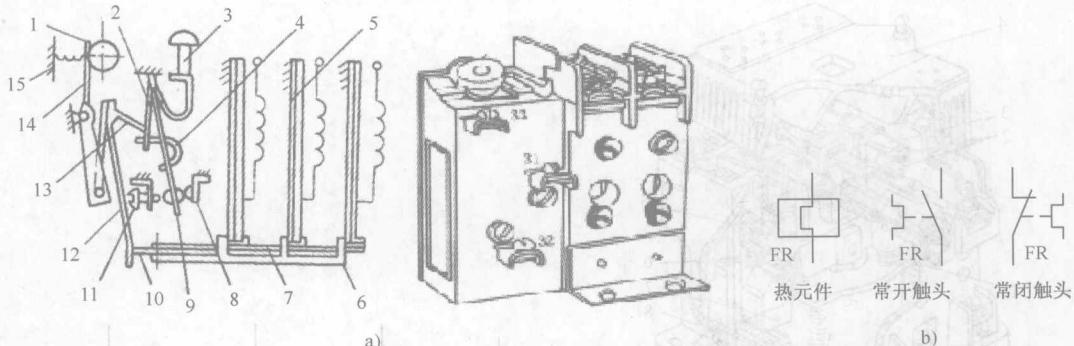

图 1-11 热继电器的结构与符号
2) 结构与符号。如图 1-11 所示,热继电器一般由热元件、动作机构、触头系统、电流整定装置、复位机构和温度补偿元件等组成。当所保护的电动机或电器设备过载时,流过热继电器热元件的电流产生的热量足以使双金属片弯曲,从而推动导板使常闭触头断开、常开触头闭合。